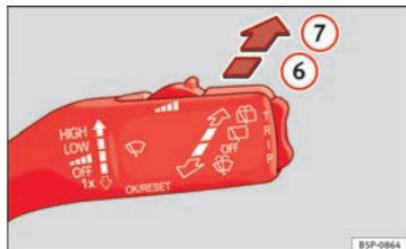

Fig. 82 Levier d'essuie-glace : essuie-glace arrière.
- Poussez le levier vers l'avant jusqu'au cran **6** ⇒ fig. 82. L'essuie-glace fonctionne environ toutes les 6 secondes.
- Poussez complètement le levier vers l'avant en position **7** ⇒ fig. 82. Le lave-glace fonctionne immédiatement alors que l'essuie-glace ne commence à balayer qu'un peu plus tard. Tant que vous maintenez le levier dans cette position, le lave-glace continuera à fonctionner.